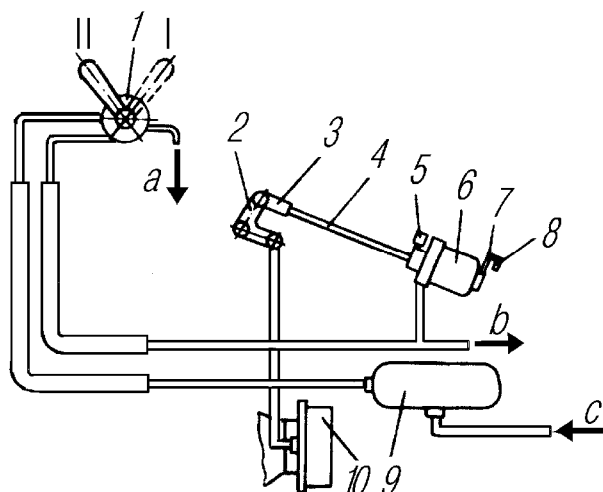
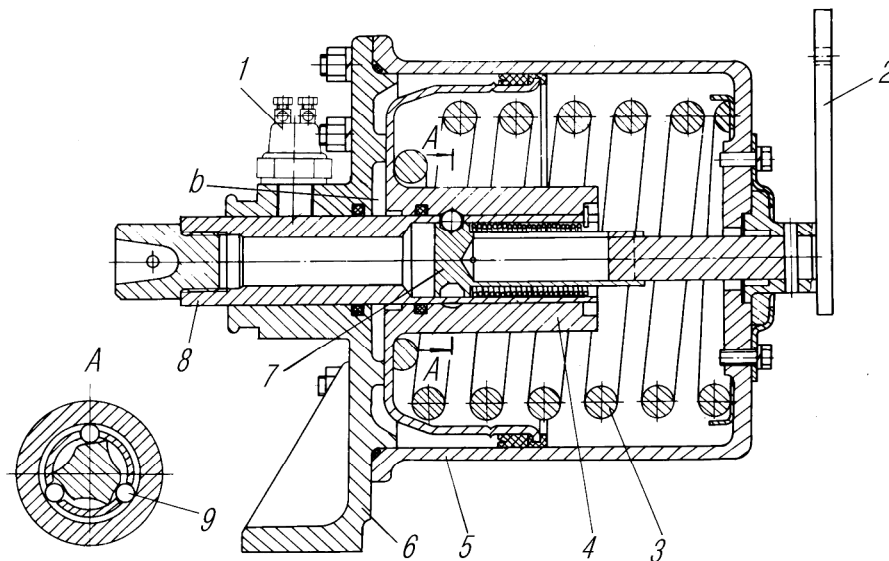

Рис. 73. Схема привода стояночного тормоза:
Рис. 74 Камера тормозная:
Управление тормозной камерой осуществляется пневматическим краном 1 (рис. 73), расположенным в кабине водителя на кожухе мотоотсека. В положении крана II (рукоятка крана повернута вперед- вниз до отказа) сжатый воздух поступает из четвертого баллона 10 (см.рис. 61) в полость b (рис. 74) тормозной камеры, сжимая пружину 3. При повороте рукоятки крана управления в положение I (см.рис. 73) поступление воздуха из воздушного баллона прекращается, а находящийся в тормозной камере воздух выпускается в атмосферу через кран управления. Пружина тормозной камеры разжимается и приводит в действие стояночный тормоз. На панели приборов загорается контрольная лампа сигнализатора включения стояночного тормоза. Одновременно выпускается воздух из клапана управления тормозами прицепа – прицеп затормаживается.
Срабатывание механизма определяется по характерному щелчку. При повороте рычаг 2 (см.рис. 74) поворачивает кулачок 7, и шарики 9 выходят из зацепления с поршнем 4, освобождая шток 8. Шток с тягой отходит назад и
стояночный тормоз растормаживается. При подаче в тормозную камеру воздуха под давлением не менее 600 кПа (6 кгс/см²) (положение крана II, см. рис. 73) механизм принудительного растормаживания автоматически устанавливается в рабочее положение.
- герметичность мест соединения магистрали привода, смачивая места возможных утечек мыльной эмульсией при положении крана II (см.рис. 73) стояночного тормоза (магистраль под давлением);
По мере износа накладок увеличивается ход штока 8 (см.рис. 74) тормозной камеры, и эффективность тормоза может снизиться. В этом случае следует отрегулировать зазоры между колодками и барабаном. При давлении воздуха в тормозной системе не менее 600 кПа (6 кгс/см²) поставить рукоятку крана 1 (см.рис. 73) в положение II, отсоединить вилку 3 от рычага 2.
При подсоединении привода следует убедиться, что в тормозной системе давление воздуха не менее 600 кПа (6 кгс/см²). При положении II (см.рис. 73) ручки крана 1 выбрать свободный ход рычага 2 и, вращая регулировочную
вилку 3, добиться совпадения отверстий в вилке с отверстием в рычаге. Установить палец и зашплинтовать. В случае, если длина тяги оказывается недостаточной для подсоединения к рычагу, переставить приводной рычаг 2 (см.рис. 74) на шлицах на один- два зуба.
Запрещается регулировать зазоры между колодками и барабаном при помощи тяги 4 (см.рис. 73), так как это приводит к выходу стояночного тормоза из строя.